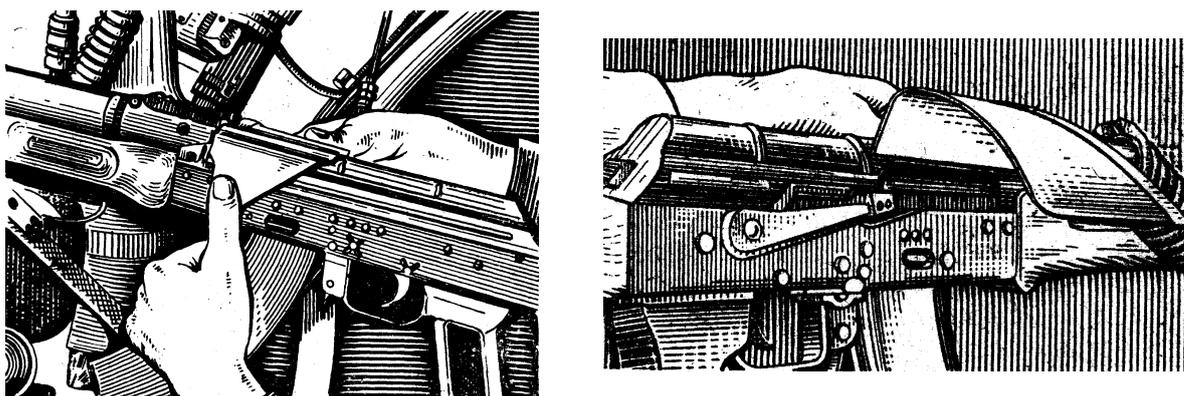

Рис. 44. Встановлення гільзовідбивача на автомат
- стрільці при переведенні автоматів у бойове положення відкривають заслінки бійниць, виймають автомати з укладок, встановлюють їх у бійниці, після чого, знявши з кронштейнів гільзовідбивачі з трубками для відводу порохових газів, встановлюють їх на автомати (рис. 44).